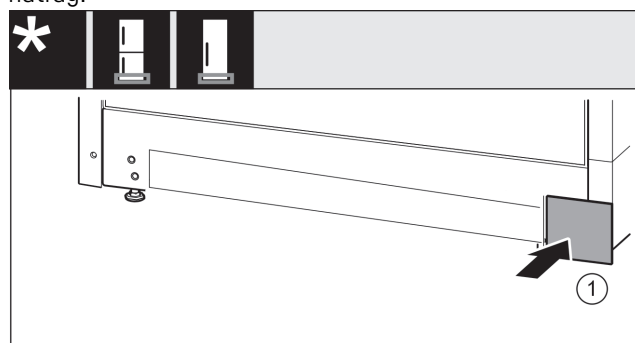

Fig. 18
- Ponovno natakните poklopac Fig. 18 (1) na drugu stranu.